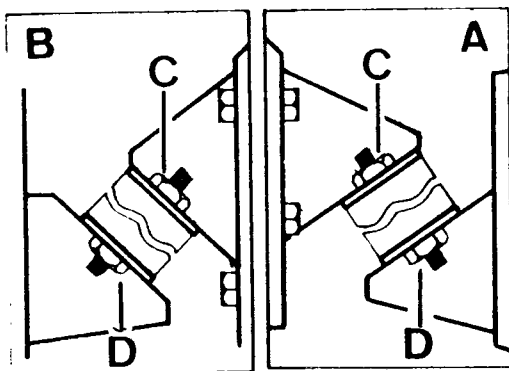

Fig. A3-10 Soportes del motor
D) Desconectar la tubería de vacío del pulmón del servofreno, en su unión a la (T) de derivación y apartar dicha tubería.
1.5. Extraer las tuercas superiores de fijación de los soportes elásticos del motor, C (Fig. A3-10) y las inferiores, D.
1.6. Empleando una cadena o gancho de elevación y un dispositivo elevador, enganchar el motor de su soporte delantero y trasero. Comenzar a subir el motor hasta que los espárragos de los soportes elásticos (Fig. A3-10) queden fuera de sus alojamientos.
- 2.2. Se elevará el motor lo suficiente para poder retirar los tacos o el carrillo que se habían colocado debajo de la caja de velocidades, y se instalarán los soportes elásticos de apoyo delanteros (Fig. A3-10).